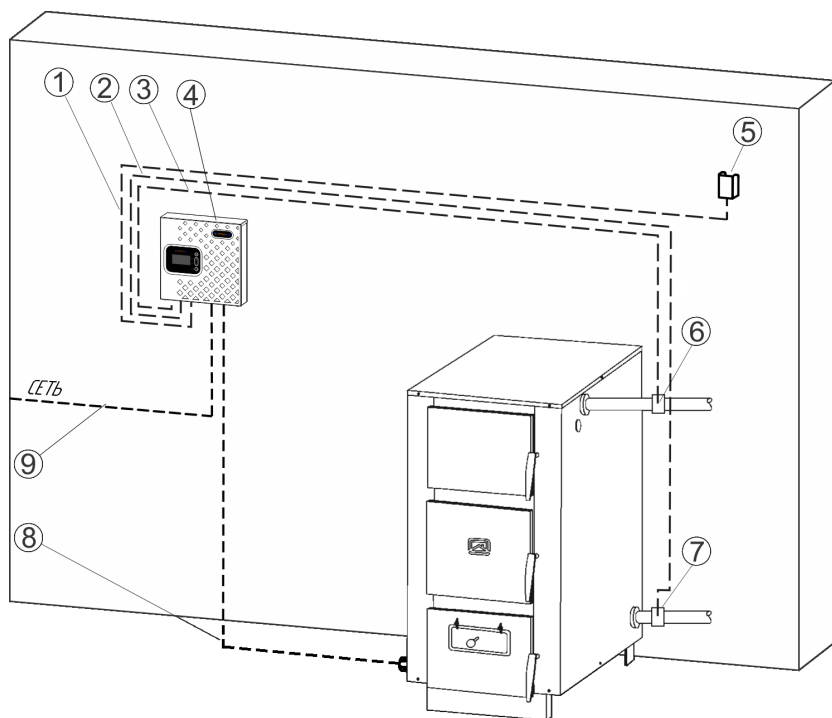

Рисунок 6 Размещение основных компонентов системы
- PE – шпильки подключения вводного заземления и заземления нагрузки (расположены на стенке внутри корпуса блока мощности, рис.6, поз.5)
На рис.6 показан вариант расположения компонентов пульта в случае его подключения к блоку ТЭН твердотопливного котла. Место установки пульта управления необходимо выбрать с учетом ограничения по длине кабелей датчиков температуры подачи и обратки (4м)